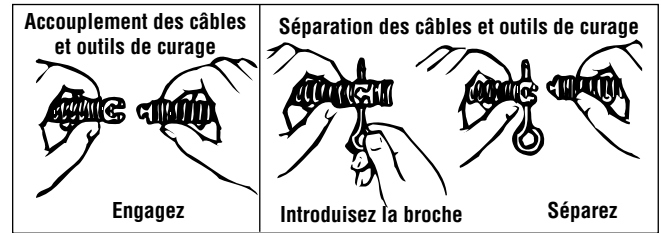

Figure 5 – Accouplement et séparation des outils de curage
- Choisissez et montez l'outil de curage approprié en bout du câble. Les raccords de couplage en T permettent l'engagement direct des outils de curage (Figure 5). Pour retirer l'outil, utiliser la clé à broche pour comprimer le plongeur du raccord et le séparer du câble.